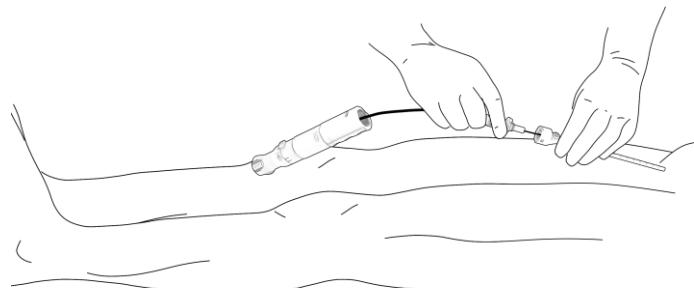

Abbildung 8. Vorschreiben des PerQseal®-Gefäßverschlusssystems zur Einführschiuse.
- b. Die Ladekanüle über den Führungsdraht zum Ansatz der Einführschiuse vorschieben, siehe Abbildung 8. Wenn sich die Verfolgung über den Führungsdraht als schwierig gestaltet, ist sicherzustellen, dass der Führungsdraht nicht geknickt ist und kein geronnenes Blut oder Thrombus vorliegt.